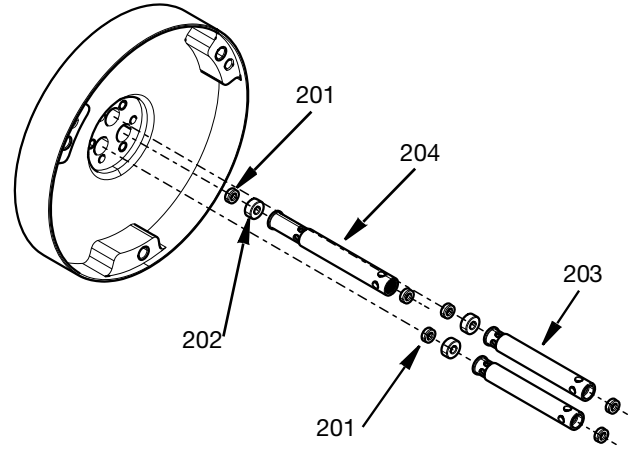

FIG. 15
7. Salmastra ara parçalarını (203 ve 204), mil contaları (201) ve mil yatağını (202) dışarı çekin. Mil contalarının çıkartılması için **Conta Takma ve Çıkarma Araç Kiti, 25T489**, sayfa 32'ye bakınız. NOT: Ara parçasının 2 boyutu vardır (203 ve 204). Bkz. FIG. 15.